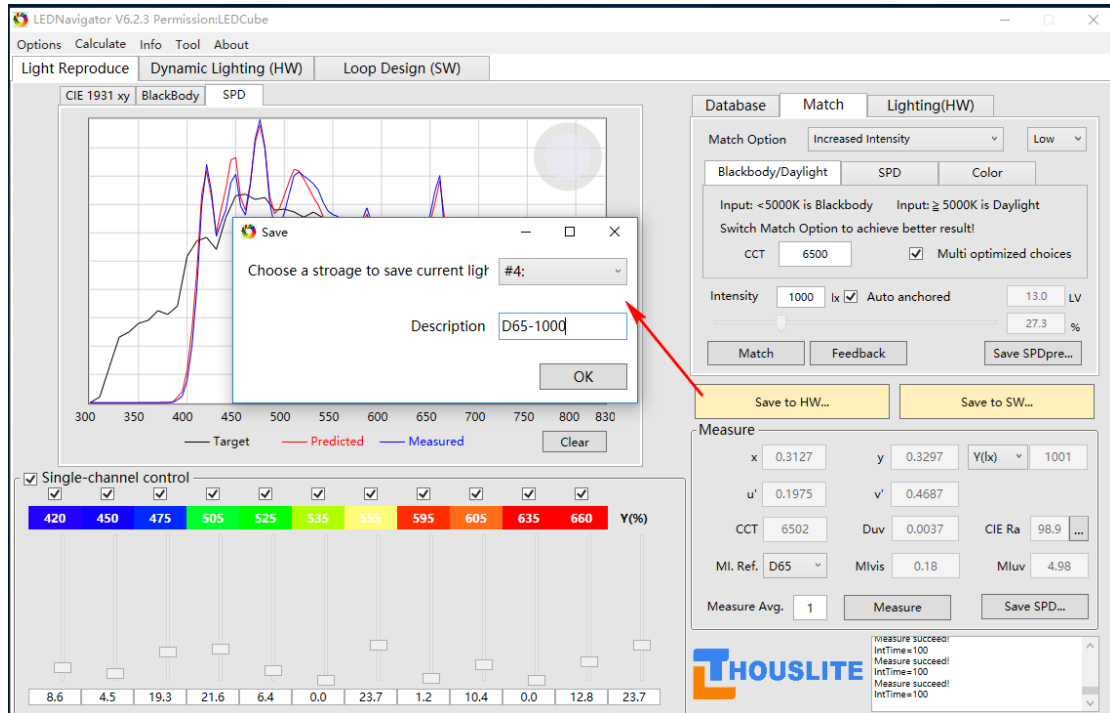

图 6.5. 保存设计的光源
- 9) 将该结果通过 *Save to HW...* 或 *Save to SW...* 保存至软件或硬件中，详见图 6.5。